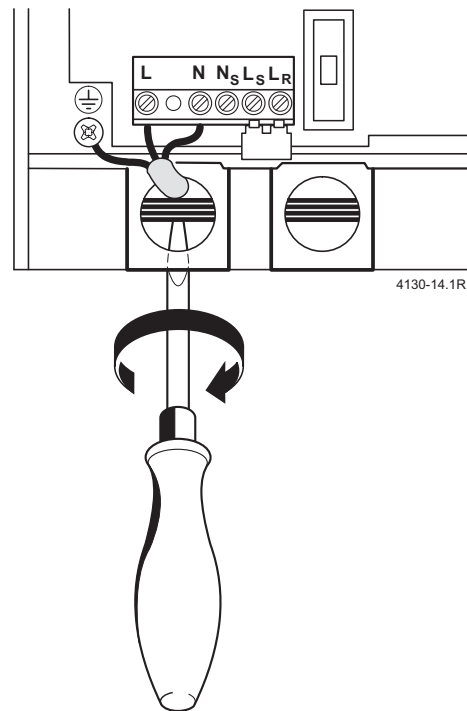

Рисунок 12
- Прокласти кабель крізь призначений для нього отвір у фіксаторі для запобігання натягу та приєднати до відповідних клем (див. Рис. 12).